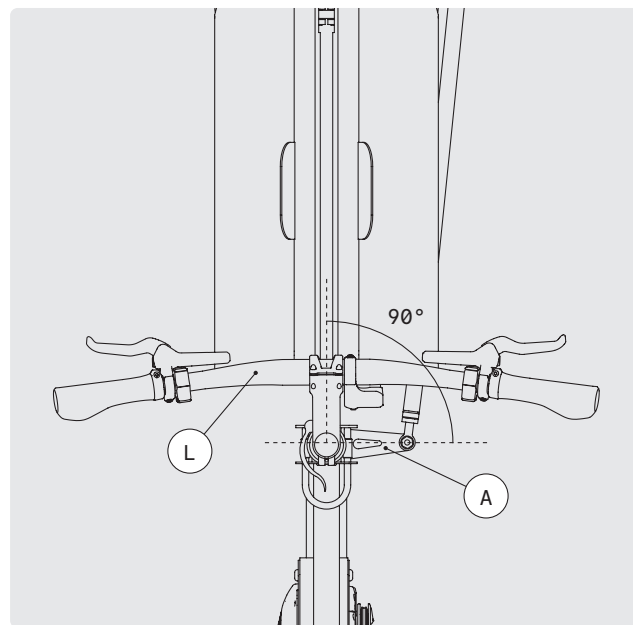

FIG. 30
L'alignement est dérégulé lorsque la patte A n'est plus perpendiculaire au cadre, alors que le guidon L et la roue avant sont droits, voir la Fig. 30.
- 1 Desserrez le contrécrou de la vis à œil avec une clé plate de 17 (Fig. 30).